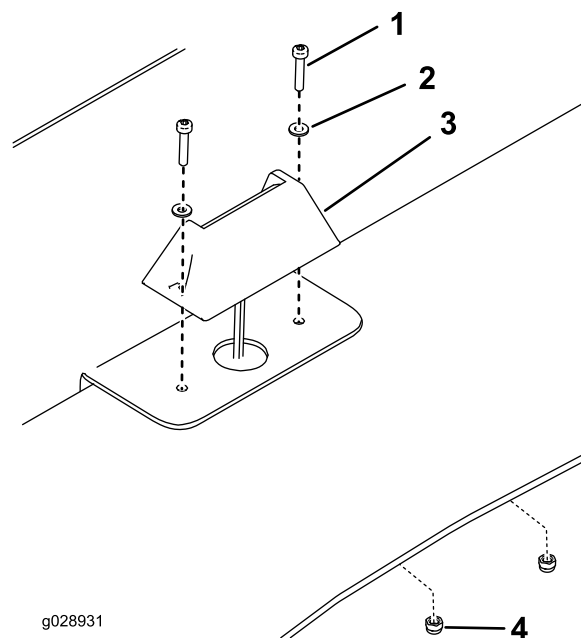

Figura 10
- 5. Pase el cable de la luz de la placa de matrícula a través del orificio de 8 mm del tabique, e instale la luz en el soporte con 2 tornillos de fijación (M3 x 16), 2 arandelas (M3) y 2 contratuercas (M3) (Figura 10).